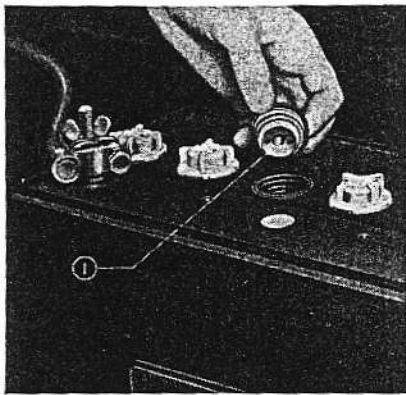

Fig. 22
1. Verwijder de vuldoppen (fig. 22) en controleer of het niveau 6 tot 9 mm boven de platen ligt.